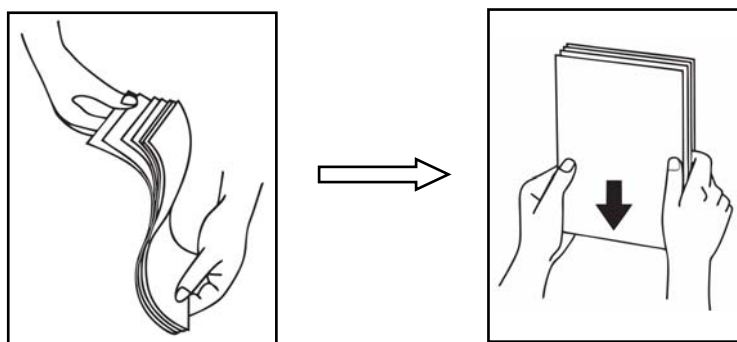

图 3-2 将打印纸调整好
2. 一次放入多张纸，需先将纸边缘以扇形展开，使纸张分离，否则打印过程会出现卡纸。（如图 3-2 所示）。